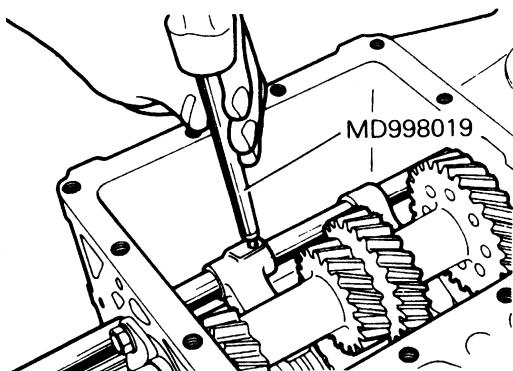

图 3-42 拆卸换档叉的弹簧销
(5) 拆卸第 3/第 4 档和第 1/第 2 档换档叉的弹簧销时，如图 3-42 所示，用专用工具敲出第 3/第 4 档和第 1/第 2 档换档叉的弹簧销。